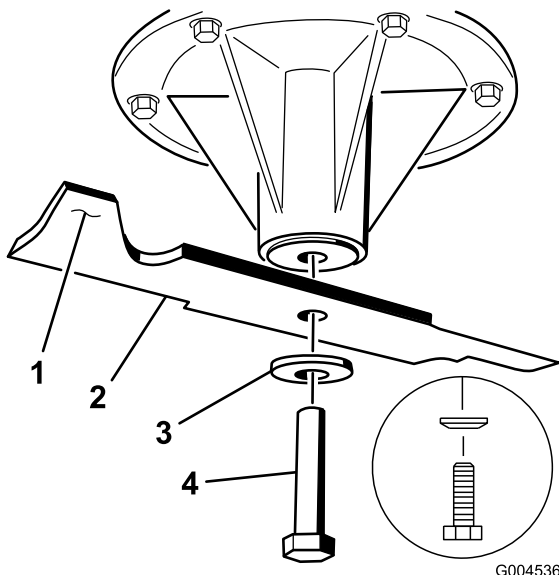

Figure 81
2. Enlevez de l'axe, le boulon, la rondelle bombée et la lame (Figure 81).
3. Si la lame est déséquilibrée, limez un peu l'extrémité de la partie relevée seulement (Figure 81).